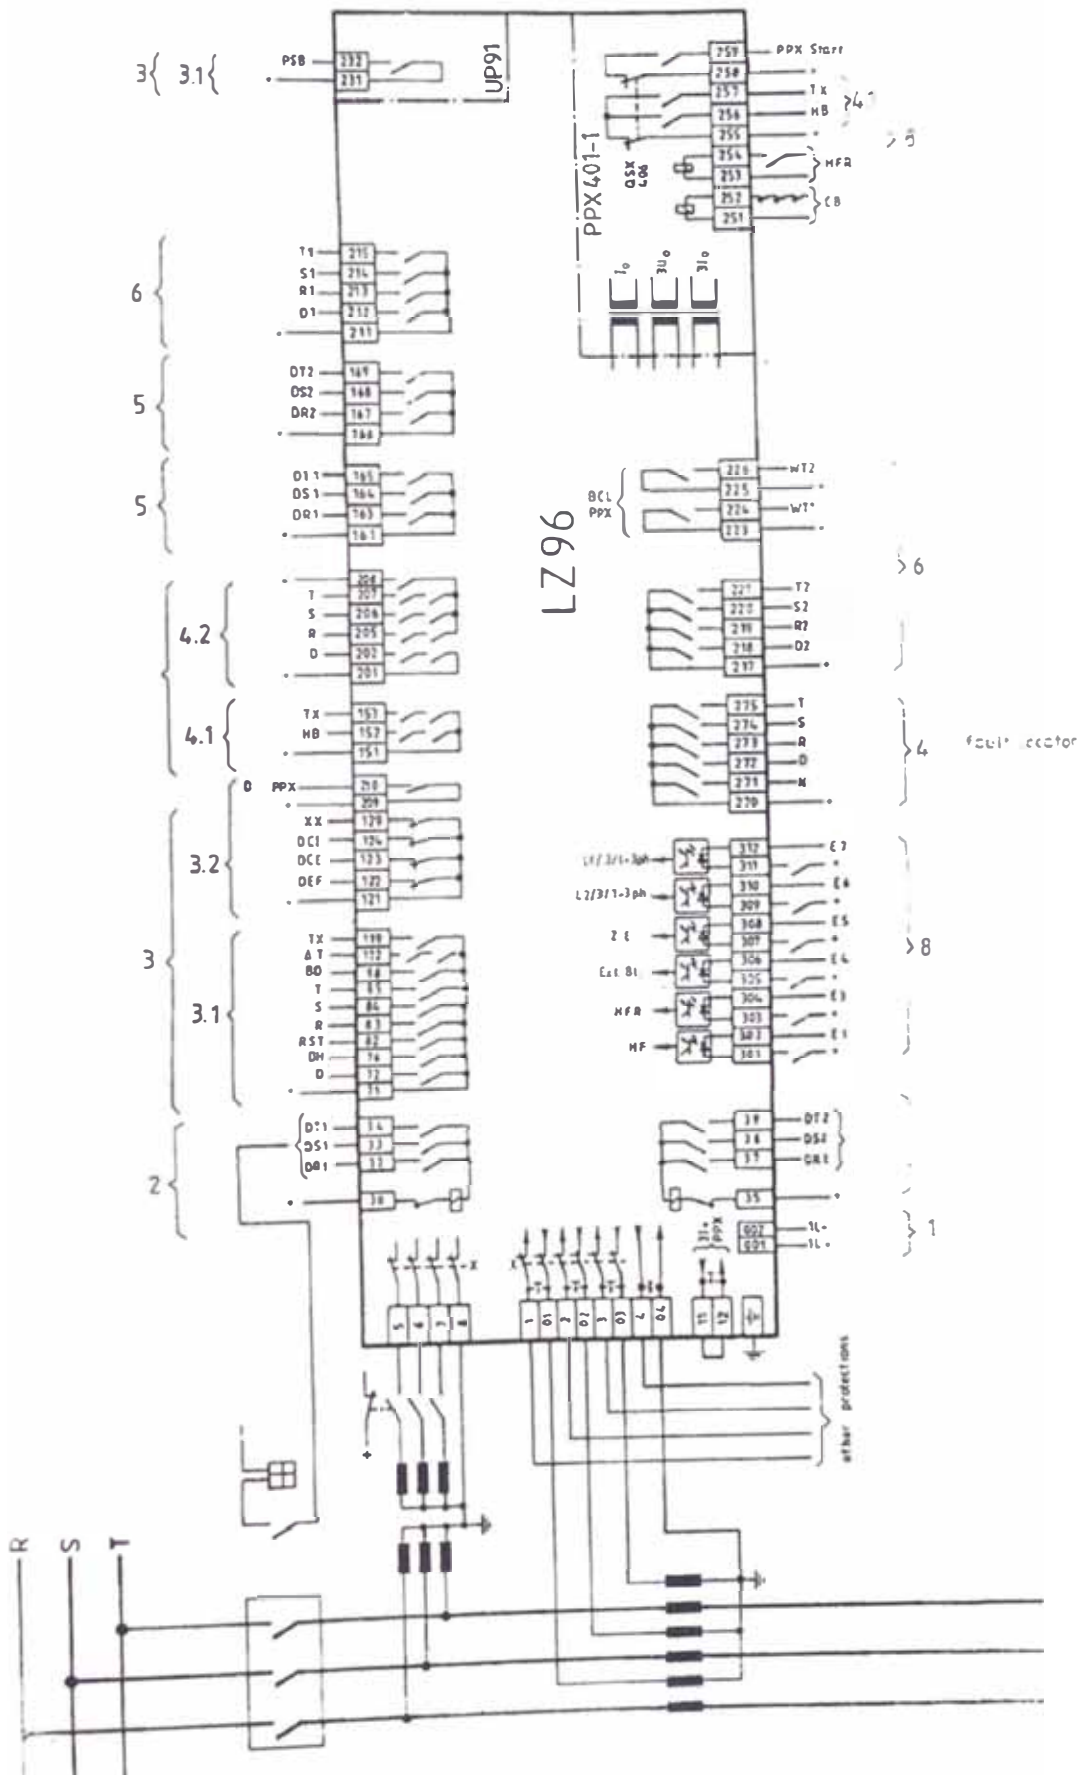

Figura V.14
- También deben de retirarse los cables de transmisión de la teleprotección, arranque del relé falla interruptor y arranque del recierre. Generalmente estos bornes coinciden con el esquema propuesto por BBC. (Ver figura V.14)